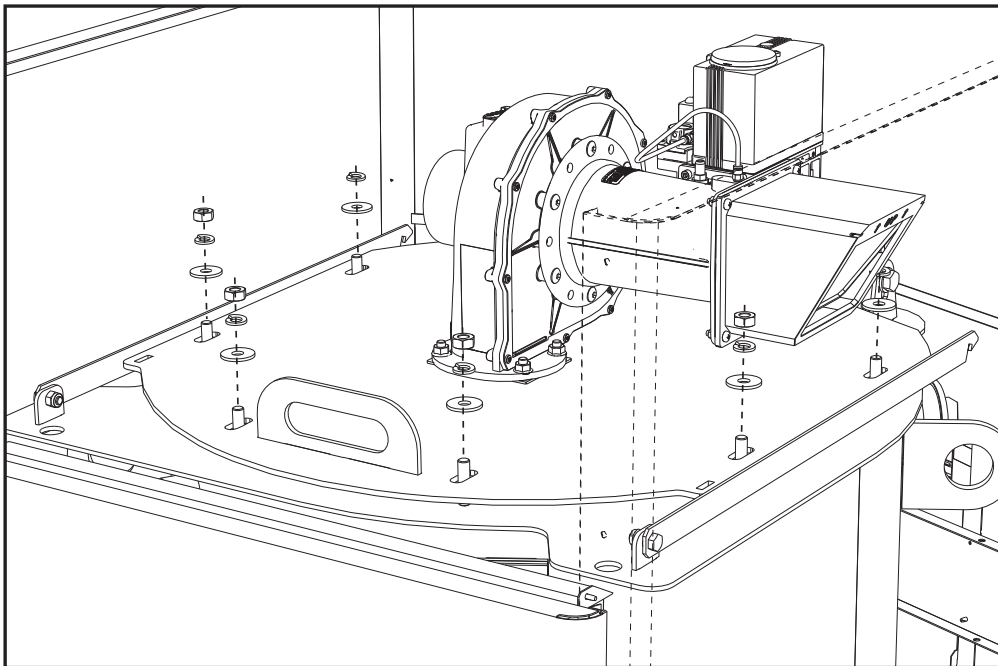

fig. 70
- Quite las tuercas y arandelas (fig. 70).